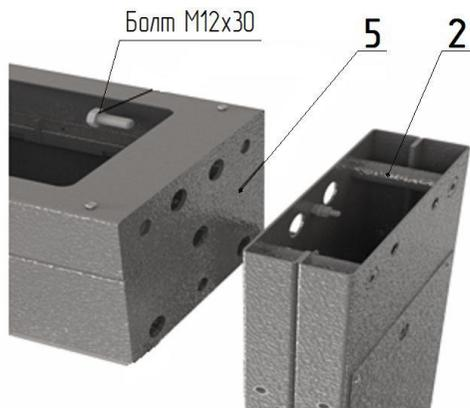
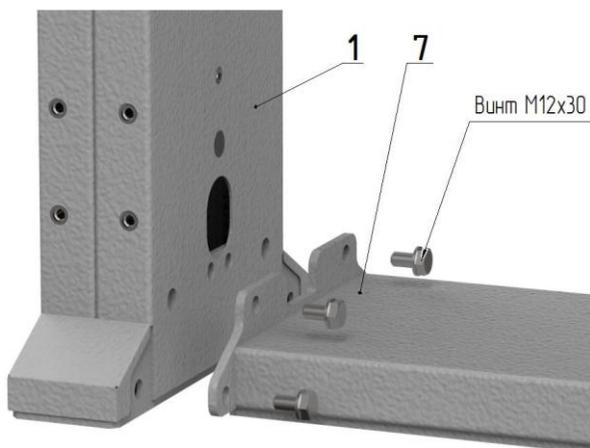

Рис. 1
Рис. 2
*1. Сборка турникета (рис. 1, 2, 3):*
– положите на пол боковой плоскостью раму привода **5** (рис. 1) (предварительно постелив лист картона), рядом аналогично положите стойку ограничения прохода **1** и стойку шлюза **2**; состыкуйте указанные элементы друг с другом присоединительными элементами и закрутите по три болта М12 с каждой стороны; поставьте собранный портал вертикально на месте установки турникета; закрепите к стойке **1** напольную плиту **7** (рис.2) четырьмя винтами М12;